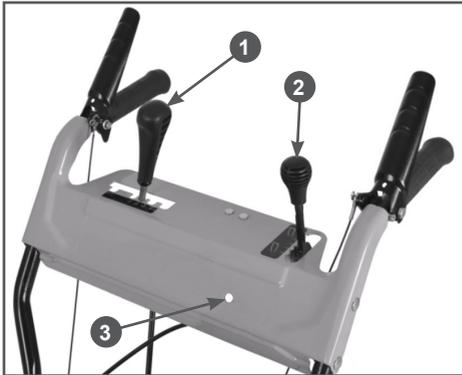

Рис. 10 Установка ручек рычагов ST661
7. Накрутите ручки на рычаг переключения передач и рычаг управления дефлектором и затяните контргайки (только для ST661) (Рис. 10).
10. Установите вал управления поворотом желоба (только для ST661). Вставьте круглый конец вала управления поворотом желоба в отверстие 3 на панели (Рис. 10). Второй конец вала соедините с валом 1 механизма поворота желоба с помощью двух болтов 2 (Рис. 16).